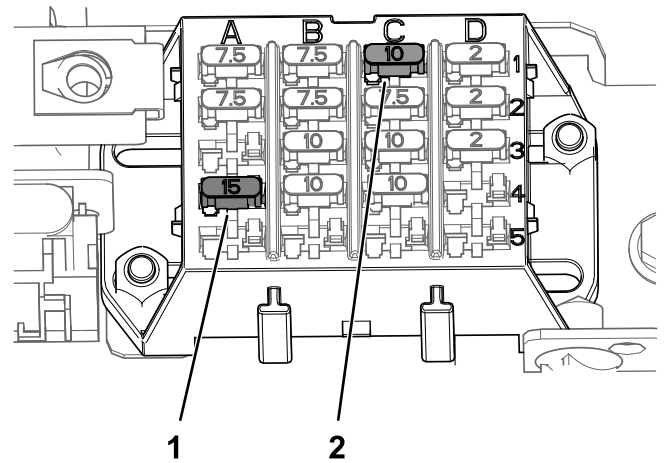

Figura 42
2. Inserte el fusible (15 A) en la ranura de la columna A en la fila 4 del bloque de fusibles, como se muestra en Figura 42.
3. Retire el fusible de 7.5 A de la ranura de la columna C, fila 1, e instale el fusible (10 A) en esa ranura, como se muestra en la Figura 42.